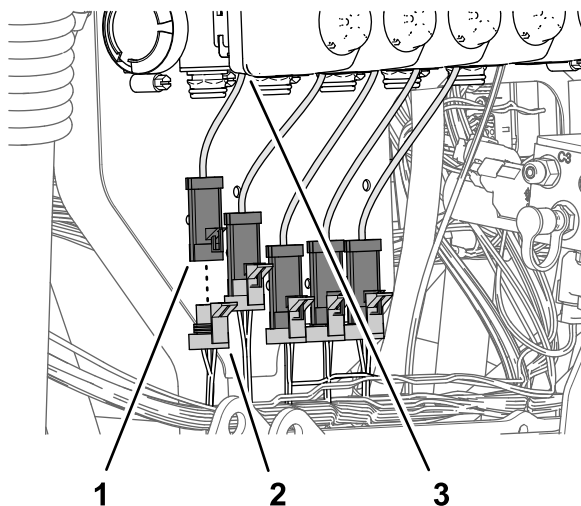

Figura 114
2. Collegate il connettore a 3 prese (Figura 114) della diramazione di 89 cm del cablaggio
3. Collegate il connettore a 3 prese (Figura 114) della diramazione di 89 cm del cablaggio preassemblato del kit indicato come VALVOLA DELL'UGELLO 2 al connettore a 3 pin dell'attuatore della valvola (posizione 2).
4. Collegate i connettori a 3 prese rimanenti della diramazione di 89 cm del cablaggio preassemblato del kit al connettore a 3 pin degli attuatori delle valvole (Figura 114).